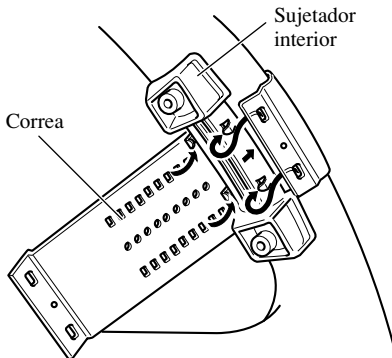

Fig. 8
1. Asegure el sujetador interior en el interior de la circunferencia del volante con la correa. (Fig. 8)